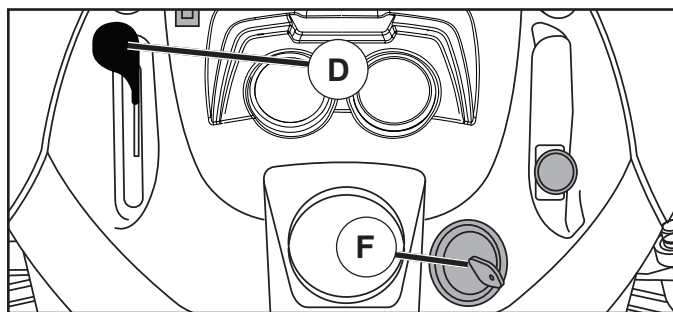

Fig. 7
- Placez la commande des gaz en position (D) intermédiaire (entre rapide et lent).
- Tournez la clé de contact à la position coupée (F) STOP et enlevez-la. Enlevez toujours la clé de contact quand vous quittez le tracteur pour empêcher l'emploi non autorisée.
## POUR UTILISER LA COMMANDE DES GAZ (D) (Voir la Fig. 7)